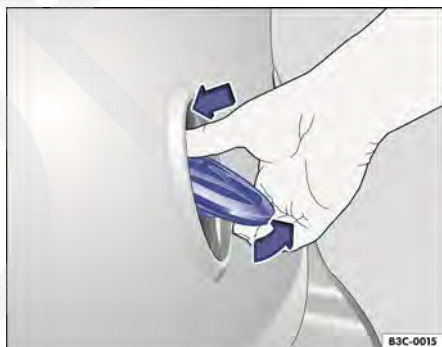

Fig. 91 Na tampa do compartimento de bagagem: abrir tampa do compartimento de bagagem por meio do logo Volkswagen.
- *Válido para o Passat:* pressionar na parte acima do logo Volkswagen → Fig. 91 . A tampa do compartimento de bagagem se abre automaticamente.
- *Válido para o Passat Variant:* pressionar a parte de cima do logo Volkswagen → Fig. 91 a parte inferior do logo dobra-se para fora. Segurar a parte de baixo do logo e levantar a tampa do compartimento de bagagem.
- pressionar na parte acima do logo Volkswagen → Fig. 91 .
Válido para o Passat Variant: durante todo o processo de abertura ou de fechamento da tampa do compartimento de bagagem são emitidos sinais sonoros. Exceção: quando a tampa do compartimento de bagagem é aberta pelo logo Volkswagen → Fig. 91 ou pelos botões na tampa do compartimento de bagagem → Fig. 95 [A] ou [B] ①.